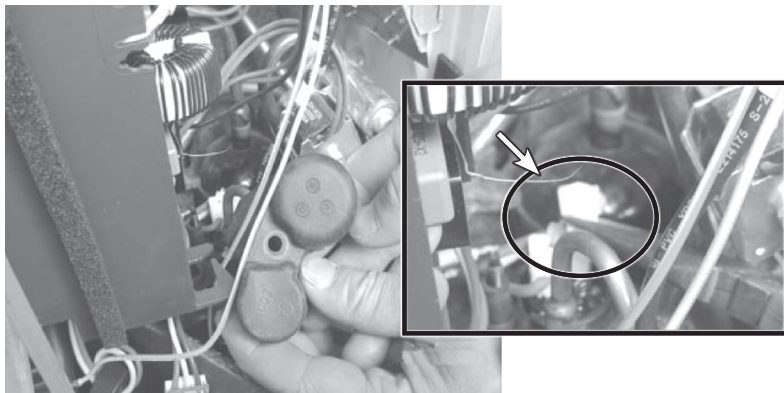

图 4-37 拔下压缩机 U、V、W 接线
6) 拆开室外机, 直接拔下模块上的压缩机 U、V、W, 如图 4-37 所示。